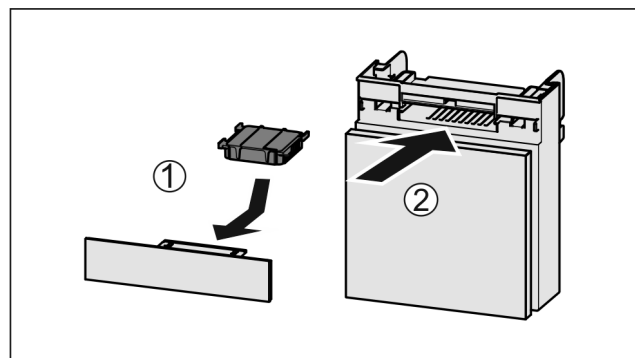

Fig. 104
► Filtr s aktivním uhlím vložte podle vyobrazení Fig. 104 (1).
► Zásuvku zasuněte Fig. 104 (2).